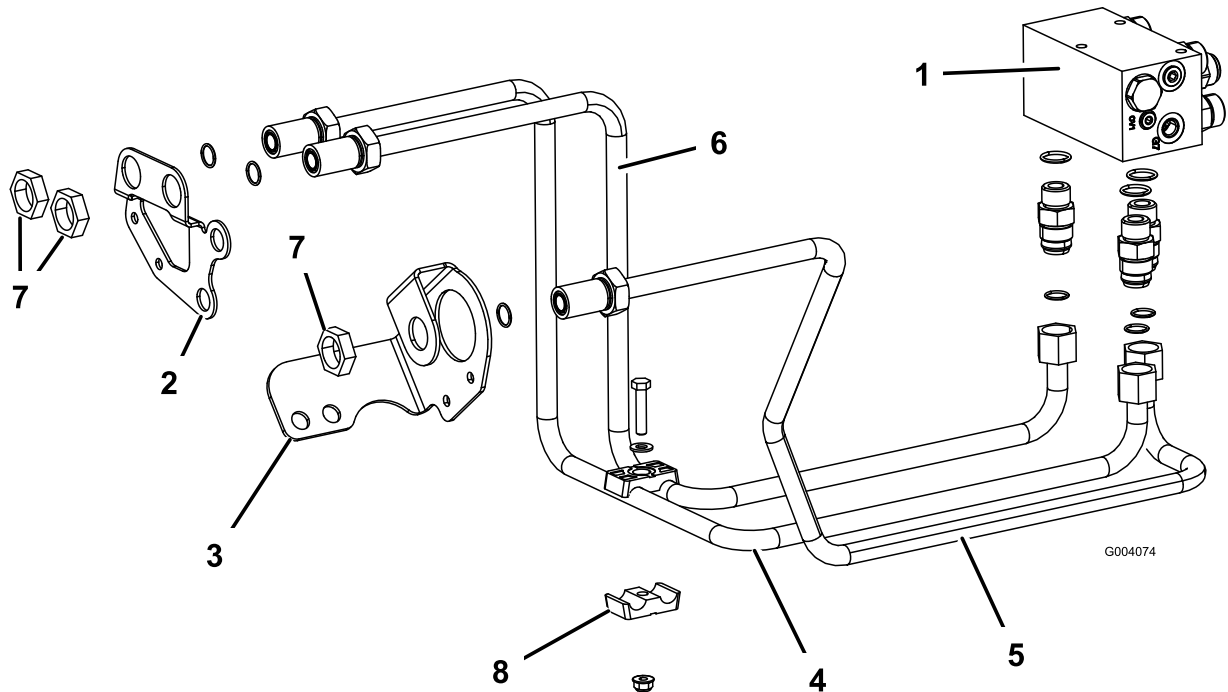

Figure 10
1. Faites passer le tube hydraulique (réf. 108-7624) du raccord gauche du collecteur marqué « RF » au trou droit dans le support de traversée droit du cadre (Figure 10).
2. Fixez l'arrière du tube hydraulique au raccord du collecteur et l'avant à la traversée au moyen d'un contre-écrou (1-5/16") ; voir la Figure 10.
3. Faites passer le tube hydraulique (réf. 108-7626) du raccord central du collecteur marqué « REV » au trou dans le support de traversée gauche du cadre (Figure 10).
5. Faites passer le tube hydraulique (réf. 108-7625) du raccord droit du collecteur marqué « LF » au trou gauche dans le support de traversée droit du cadre (Figure 10).
7. Réunissez les 2 conduits de traversée droits au moyen des demi-colliers, de la vis (5/16" x 1½"), d'une rondelle plate (5/16") et d'un contre-écrou (5/16") (Figure 10).